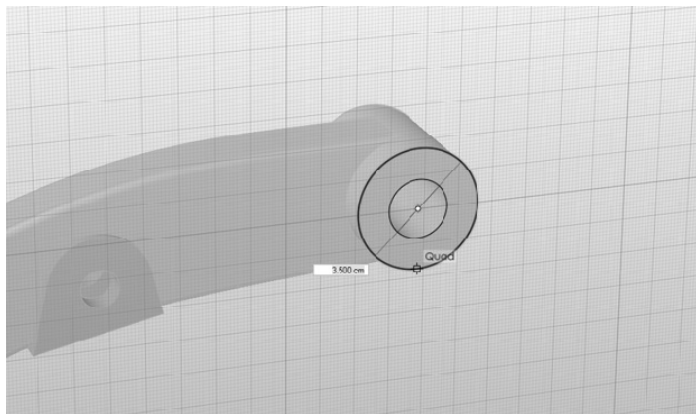

图 6-26
5) 用鼠标单击一次放置圆心，然后再单击外圆上的一个四分点，即可在联结部分的外圆表面上绘制一个圆，如图 6-26 所示。